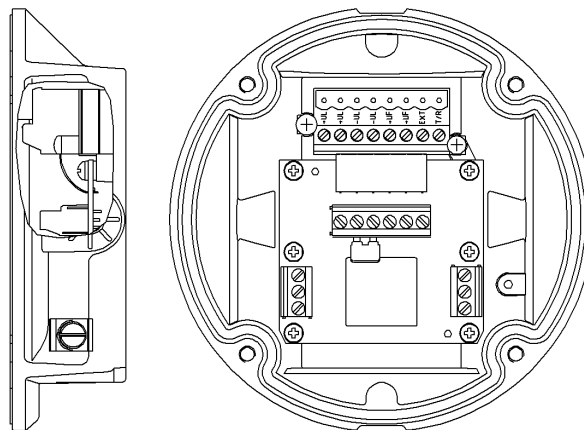

Abb. 1: KMX5000 RK montiert
3. 6-poligen Flex-Anschluss in die korrespondierenden Anschlussklemmen des Meldersockels stecken (siehe Abb. 1).
5. Mit den beiliegenden Befestigungsschrauben das KMX5000 RK in dem Meldersockel befestigen (siehe Abb. 1).